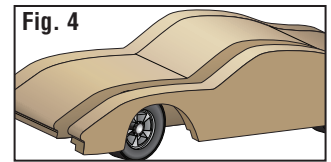

Fig. 4
- With wheels in place to verify clearance, install Sides (Fig. 4). Adjust Sides for clearance. Hold until setting begins, then remove wheels.
- Avec roues en place afin de vérifier que le jeu, installer côtés (Fig. 4). Régler côtés pour le dégagement. Maintenez-la enfoncée jusqu'à ce que configuration commence, puis déposer les roues.